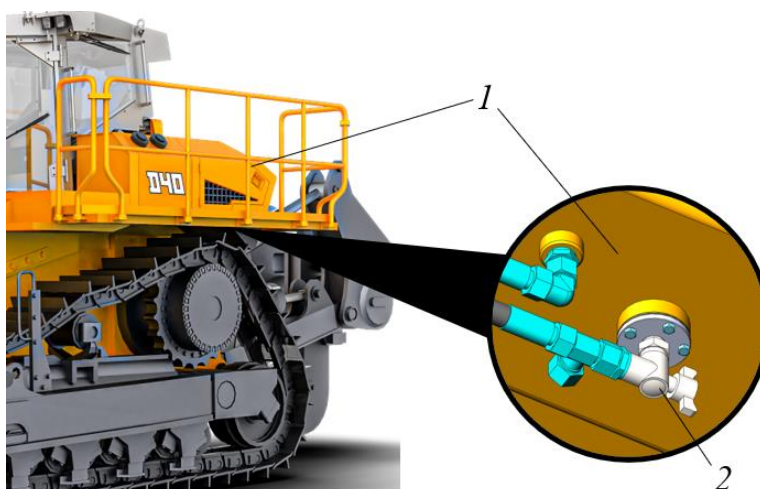

Рисунок 5.55. Расположение запорного крана на топливном баке
- ▶ Перекрыть кран поз. 2 подвода топлива от бака поз. 1 к фильтру, см. рис. 5.55.
- ▶ Открыть кран 2 (рис. 5.55) на топливном баке.